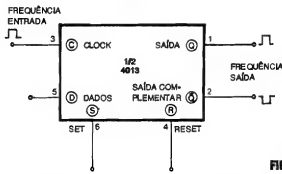

FIG. 2
- FIG. 2 - INDIVIDUALIZANDO UM DOS BLOCOS INTERNOS DO 4013...